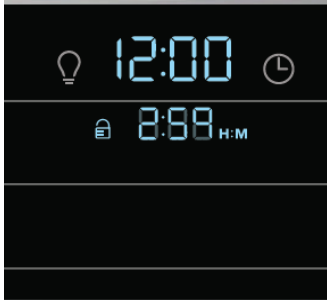

Figure 36 : Cycle de nettoyage en cours
4. Pendant le cycle de nettoyage, l'heure du jour reste affichée et le temps restant du cycle de nettoyage est également actif. (Figure 36)